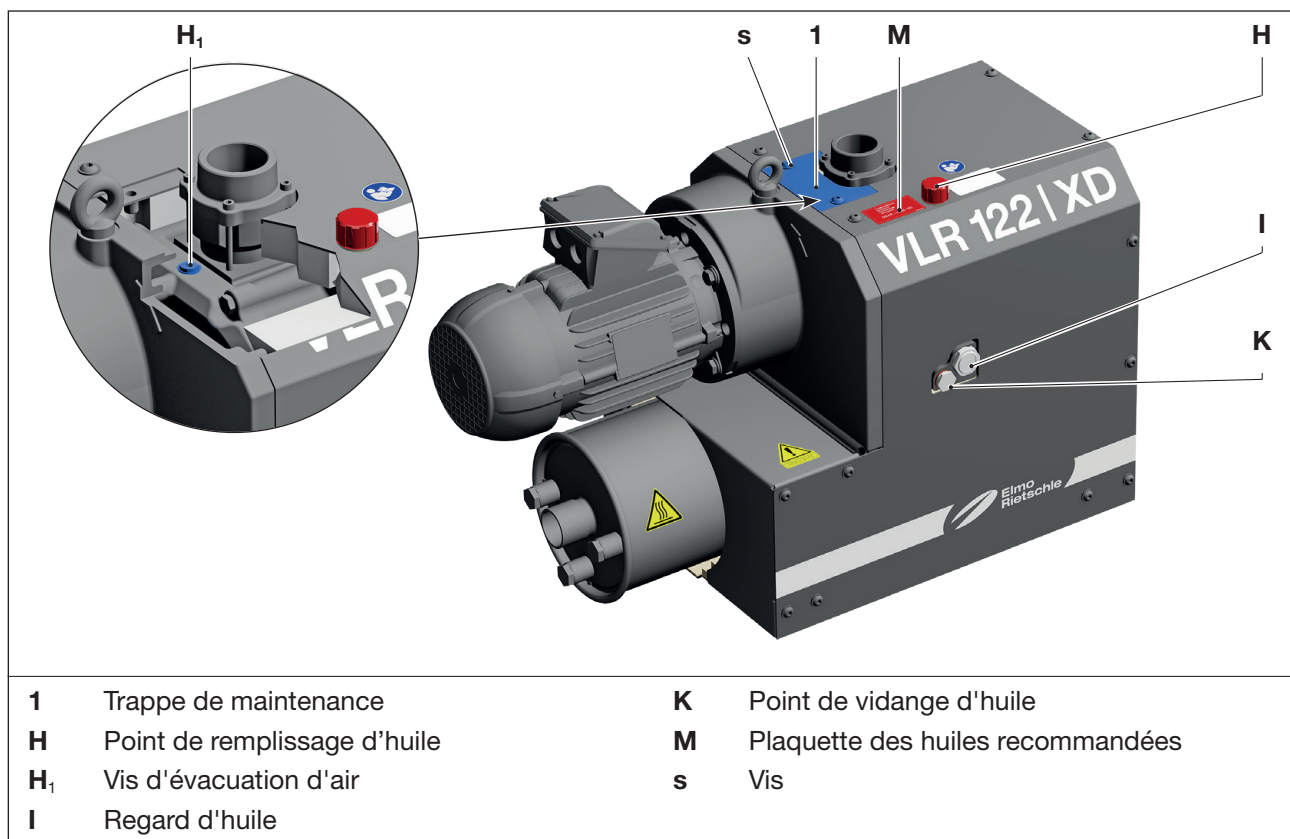

Fig. 8 Vidange d'huile
Contrôlez tous les mois le niveau d'huile sur le regard d'huile (Fig. 8/l).
- b) Retirez deux vis (Fig. 8/s) sur la trappe de maintenance (Fig. 8/1) et enlevez la trappe de maintenance.
- c) Ouvrez la vis d'évacuation d'air (Fig. 8/H₁).
- d) Ouvrez le bouchon du point de remplissage d'huile (Fig. 8/H) et remplissez d'huile jusqu'au bord supérieur du regard (Fig. 8/l).
- c) Ouvrez la vis d'évacuation d'air (Fig. 8/H₁), ouvrez le point de vidange de l'huile (Fig. 8/K) et vidangez complètement l'huile usagée.
- d) Obturez le point de vidange de l'huile (Fig. 8/K) et remplissez d'huile neuve par le point de remplissage d'huile (Fig. 8/H).
Contrôlez le niveau d'huile sur le regard d'huile (Fig. 8/l).